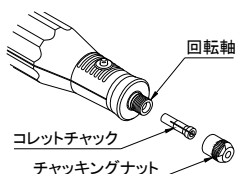

図10
1. ロックボタンを押しながらチャッキングナットとコレットチャックを取り外します。(図10)